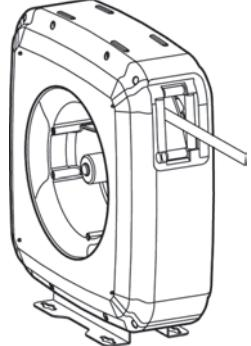

Fig. 9
- Pull the hose hard enough to release the latch, and slowly allow the hose to retract (fig. 9).
- Tire de la manguera hasta liberar el trinquete y acompañe lentamente la manguera al recogerse (fig. 9).
- Libérer le cliquet tirant doucement sur le flexible et rembobiner lentement et complètement le tuyau en l'accompagnant (fig. 9).
- Ziehen Sie den Schlauch fest genug, um ihn anschließend aufrollen zu lassen (Fig. 9).